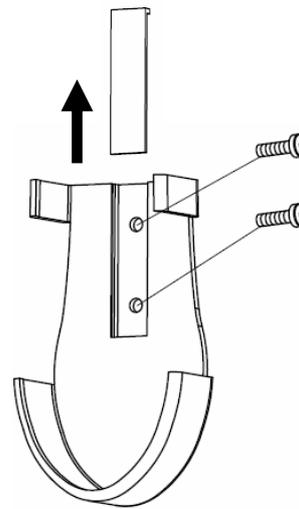

Fig. 11a
2. Enlevez le cache des vis, installez le support à l'aide des 2 vis puis remettez le cache en place. (Fig. 11a).